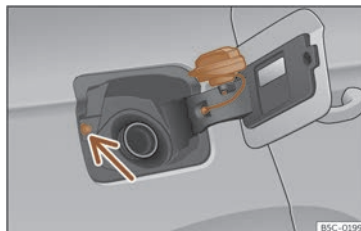

Fig. 214 Trappe à carburant avec bouchon ouvert.
- Placez le bouchon dans le logement se trouvant sur la charnière de la trappe à carburant ouverte >>> **fig. 214**.
Évitez de toucher le bouton de verrouillage de la trappe à carburant >>> **fig. 214** (flèche). Le système comprendrait que vous avez terminé et vous ne pourrez plus faire le plein. Rappuyez sur la touche  de la porte du conducteur pour continuer.